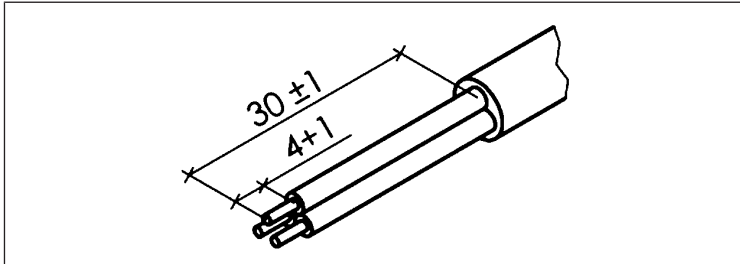

Abb. 4: Vorgaben Abisolierlänge bei Verwendung eindrähtiger Leiter
- Bei Verwendung eindrähtiger Leiter: Abisolierlänge einhalten. Siehe → Abb. 4.